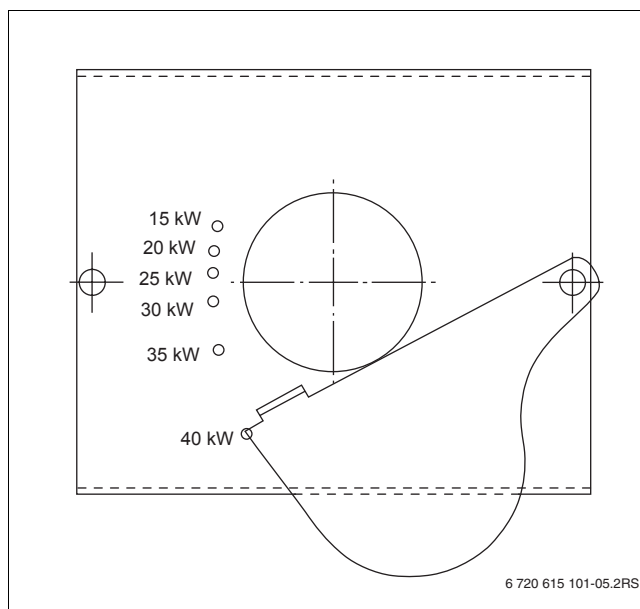

Fig. 27 Clapeta de la colectorul de gaze arse
- Pentru lemnul cu umiditate de până la 20 %: Setează clapeta conform Fig. 27.